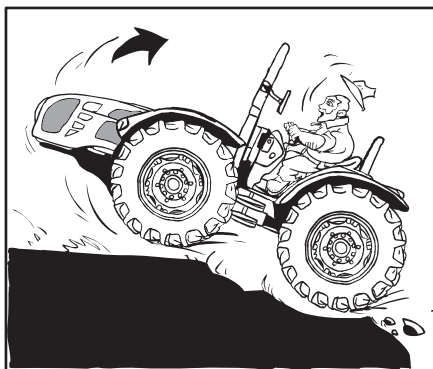

Abb. 2.17
- Wenn der Traktor im Schlamm oder Boden festgefahren ist, nicht versuchen, ihn durch Vorwärtsfahren zu befreien, denn der Traktor könnte sich um die Hinterräder drehen und umkippen (Abb. 2.17). Montierte Anbaugeräte anheben oder abbauen und versuchen, den Traktor durch RÜCKWÄRTSFAHREN zu befreien. Falls das nicht gelingt muss der Traktor mit einem anderen Fahrzeug aus dem Schlamm gezogen werden.